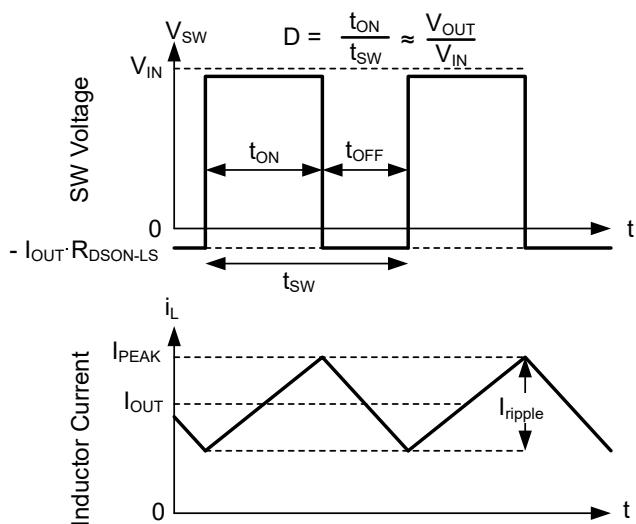

図 7-16. 連続モード (CCM) における SW 電圧とインダクタ電流の波形
本デバイスの以下の動作の説明は、セクション 7.2 と以下の波形 (図 7-16) を参照しています。CCM では、本デバイスは、内蔵ハイサイド (HS) およびローサイド (LS) スイッチを各種デューティサイクル (D) でオンにすることで、出力電圧のレギュレーションを実現します。HS スイッチのオン時間の間、SW ピンの電圧 (V_{SW}) は V_{IN} の付近までスイングし、インダクタ電流 (i_L) は線形的な傾きで増加します。HS スイッチは、制御ロジックによってオフにされます。HS スイッチのオフ時間 (t_{OFF}) の間、LS スイッチはオンにされます。インダクタ電流は LS スイッチを通して放電され、LS スイッチの両端の電圧降下によって V_{SW} をグランドの下まで強制的にスイングさせます。一定の出力電圧を維持するため、コンバータ ループはデューティサイクルを調整します。D は、HS スイッチのオン時間をスイッチング周期で割った値として次のように定義されます。